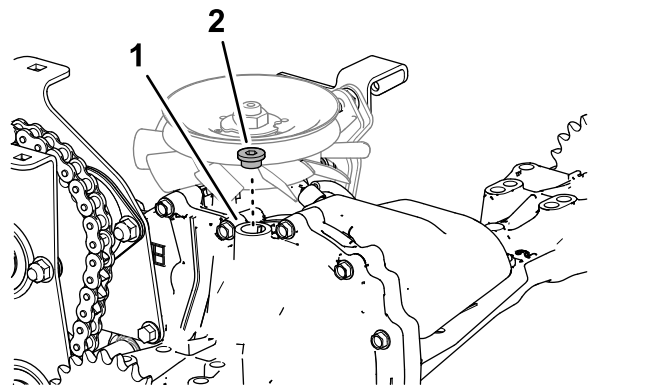

Figura 57
2. Retire el tapón del orificio de la carcasa lateral (**Figura 57**).